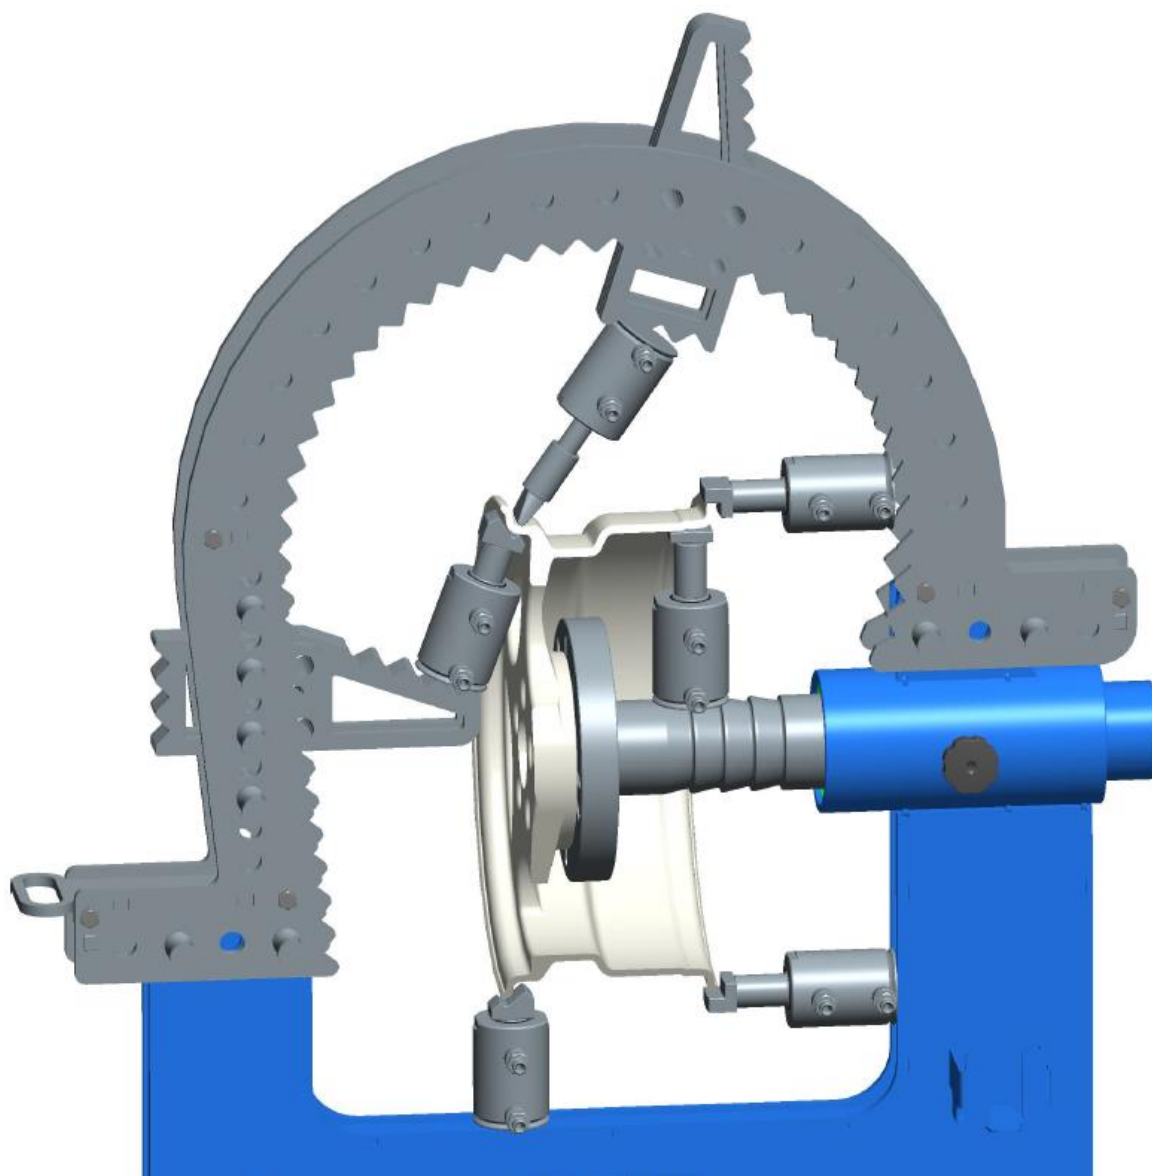

Рисунок 5. Примеры расположения гидроцилиндра с различными типами насадок при правке диска.
7.4. Подберите рихтовую насадку соответствующего профиля и вставьте её в шток гидроцилиндра D60. В зависимости от расстояния от упора гидроцилиндра до места правки можно воспользоваться удлинителями и переходниками из комплекта принадлежностей. При необходимости прогрейте диск, предназначенный для правки, с помощью промышленного фена или другого источника тепла до температуры 150...250 °С. Температура прогрева зависит от типа сплава, из которого изготовлен диск. Включите электродвигатель гидравлического насоса. Вращая колесо, произведите рихтовку дефектного участка, продвигаясь от краёв исправляемой зоны к её центру, см. рисунок 5.